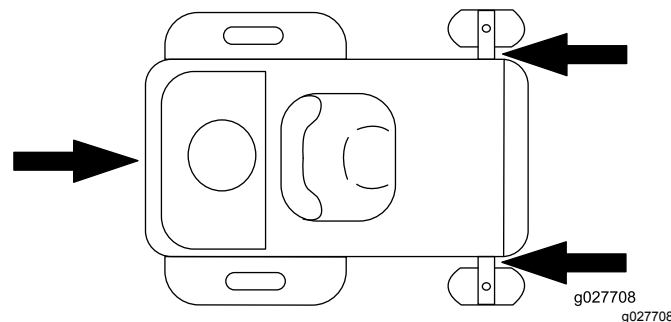

Figure 37
6. Arrimez la machine près des roues pivotantes avant et du pare-chocs arrière à l'aide de sangles, chaînes, câbles ou cordes (Figure 37). Reportez-vous à la réglementation locale concernant les exigences d'arrimage.